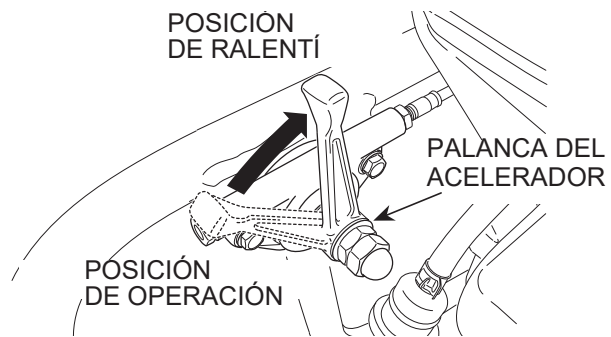

Figura 13. Palanca del acelerador (posición de ralentí)
5. Para detener el apisonado, mueva la palanca del acelerador rápidamente desde la posición de operación hasta la posición de ralentí (Figura 13). **NO** mueva lentamente la palanca del acelerador.
1. Mueva la palanca del acelerador rápidamente desde la posición de operación hasta la posición del ralentí (Figura 13) y haga funcionar el motor durante tres minutos a baja velocidad. Después de que el motor se **enfríe**, mueva el interruptor de parada del motor a la posición de **APAGADO** (Figura 14).